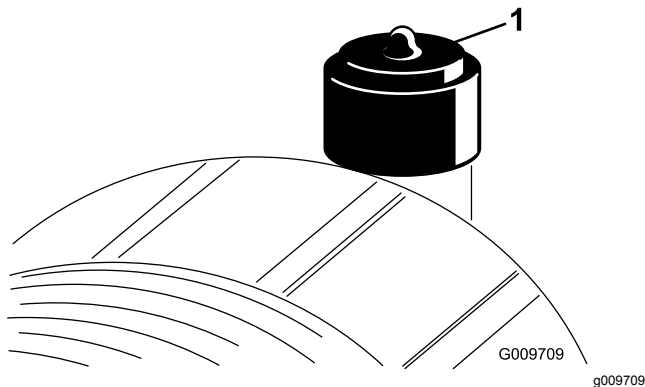

Figure 64
Faites l'entretien du filtre à air uniquement quand l'indicateur de colmatage (Figure 64) indique que cela est nécessaire. Ne remplacez pas le filtre à air plus fréquemment que nécessaire ; cela ne fait qu'accroître le risque de contamination du moteur par des impuretés quand le filtre est déposé.
2. Réarmez l'indicateur de colmatage (Figure 64) s'il est rouge.